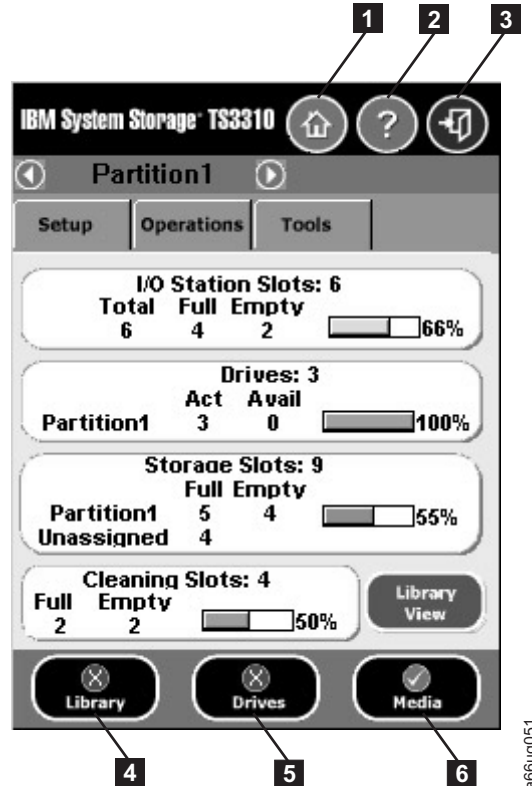

Figura 5-1. Elementos comunes de cabecera y botones de estado del subsistema del panel del operador
- **Home** (1 en la Figura 5-1): visualiza la pantalla **Capacity View** predeterminada, que conmuta a la pantalla **Library View**.
- **Help** (2 en la Figura 5-1): ayuda según el contexto para la página asociada.
- **Logout** (3 en la Figura 5-1): capacidad de finalizar la sesión.
- **Library** (4 en la Figura 5-1): abre una pantalla de selección de menús y, a continuación, las intervenciones del operador para la biblioteca.
- **Drives** (5 en la Figura 5-1): abre la pantalla de intervención del operador para las unidades.
- **Media** (6 en la Figura 5-1): abre la pantalla de intervención del operador para los medios.